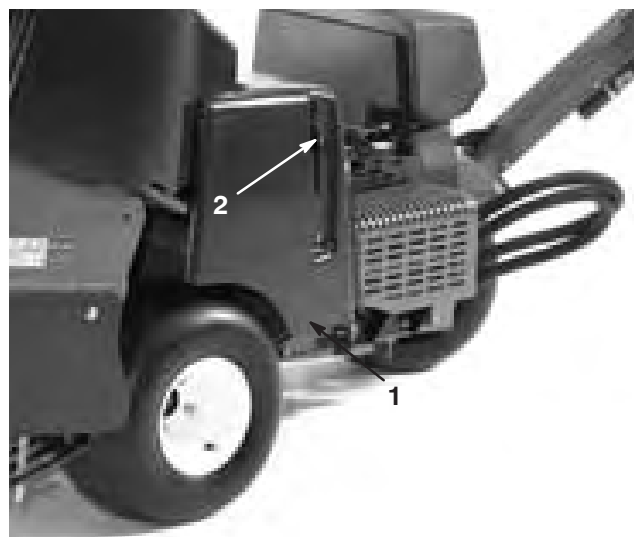

Figure 8
1. Insérez une vis 1/4 x 1 pouce dans le levier de verrouillage de la courroie et fixez-la avec un contre-écrou 1/4 pouce (Fig. 8 & 9).